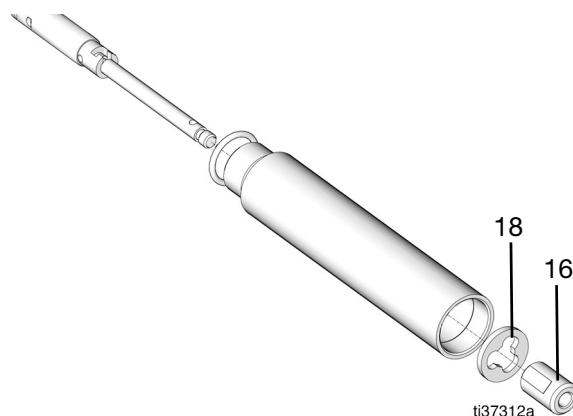

FIG. 40
22. Retirez la vanne à clapet oscillant (16) (FIG. 40).
23. Retirez l'entretoise (18) (FIG. 40).